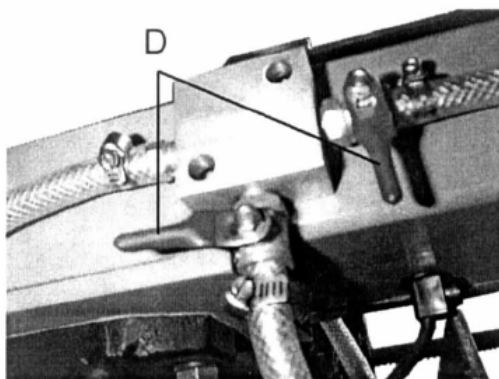

Рис. 30
4. Зафиксируйте две рукоятки (D, Рис. 30) на раме пилы, повернув их на 90° против часовой стрелки или по часовой стрелке в направлении от шланга.